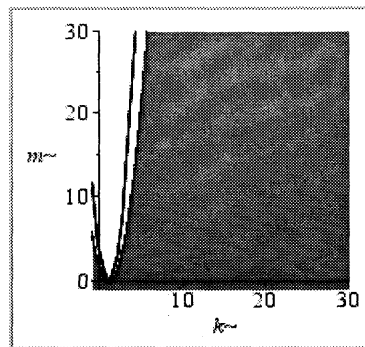

図 4: Parameter region area
- **Parameter region area (Fig.4)**
“Update” ボタンを押下すると、選択した制約条件を満たす領域が計算され、図4のように赤色に着色して表示される。この表示された領域の上でマウスをクリックまたはドラッグすると、パラメタの値を系に適用することができ、ボード線図、ナイキスト線図などで系の挙動を確認することができる。